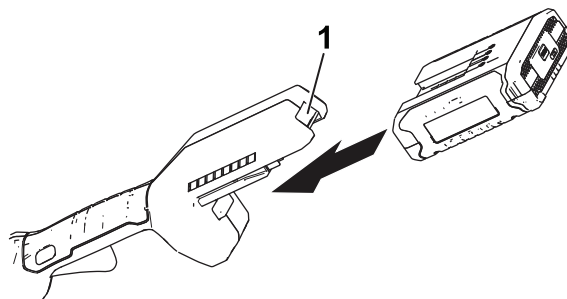

Figura 6
2. Alinee el hueco de la batería con la lengüeta del alojamiento del mango (Figura 6).
3. Introduzca la batería en el mango hasta la batería encaje en el cierre (Figura 6).